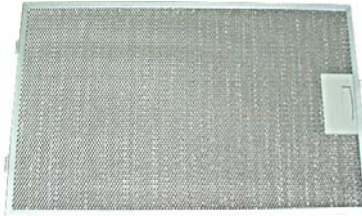

Abb. 9
- ⤴ Klipsen Sie den Aluminiumfettfilter raus (Abb. 9)
- ⤴ Klipsen Sie den Aluminiumfettfilter wieder rein (Abb. 9).
Den Aluminiumfettfilter (Abb. 9) sollten Sie in Abhängigkeit des Gebrauchs mindestens einmal im Monat im Geschirrspüler oder per Hand mit Fettlösemitteln waschen.